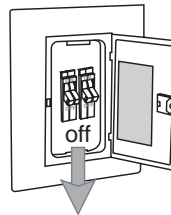

figura 1
1. Apague todos los interruptores de circuito en el panel y el interruptor de pared a la línea de suministro de electricidad al ventilador. (figura 1)